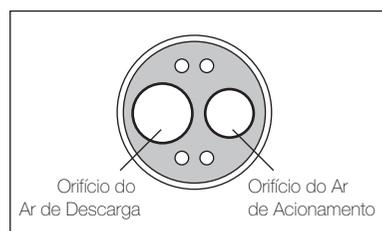

Fig.7
- 3) Introduza o bico de pulverização no orifício do ar de acionamento do motor. Segure no motor e lubrifique durante aproximadamente dois a três segundos. Aplique lubrificante até sair pelo orifício do ar de descarga, durante pelo menos dois segundos. (Fig.7)